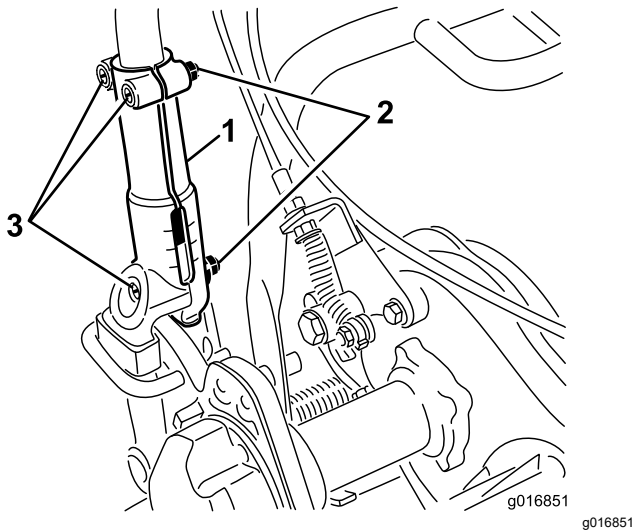

Figura 24
1. Afloje los 3 pernos de cuello cuadrado y las tuercas que sujetan ambos lados del manillar a las abrazaderas (Figura 24).